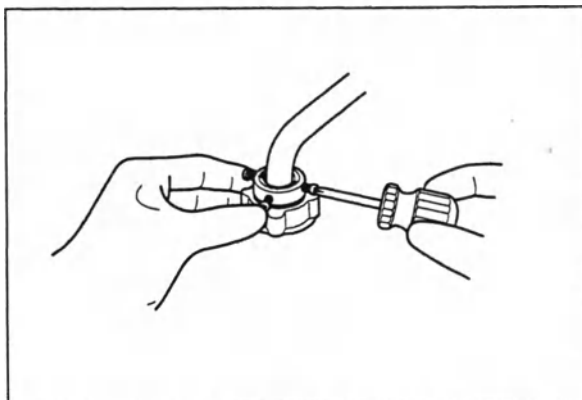

Рис. 3.5
4. Присоедините вилочную часть разъёма к водопроводному крану и затяните четыре винта для фиксации. Во время фиксации старайтесь, чтобы вилочная часть разъёма располагалась концентрически в отношении водопроводного крана, т.е. занимала горизонтальное положение (см. рис. 3.5).